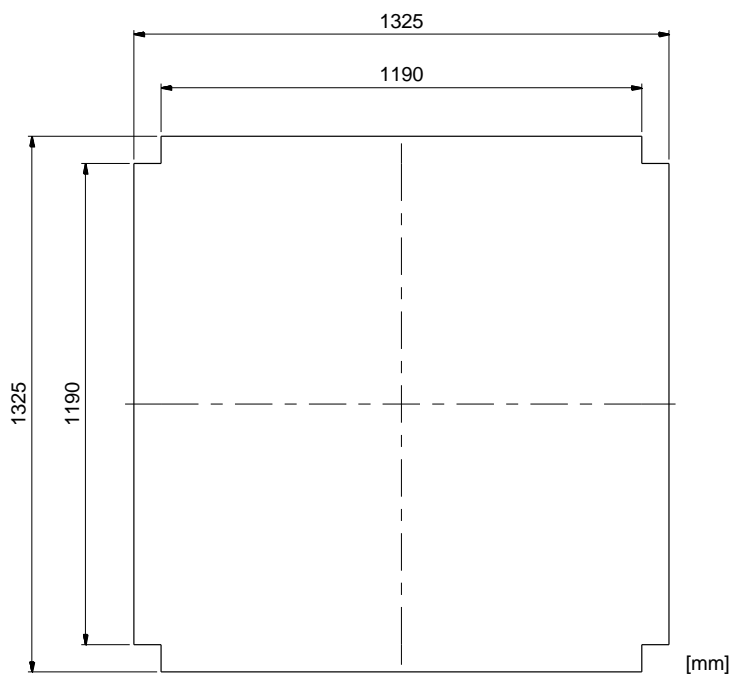
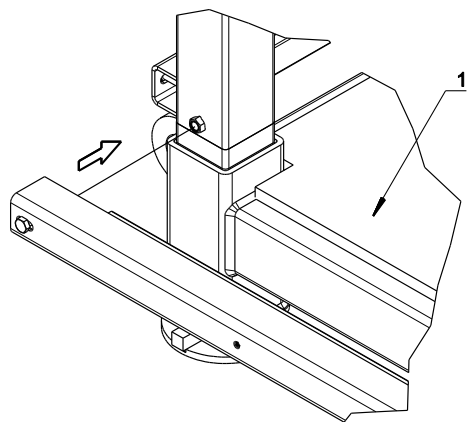

Рис. 17. Размеры нижней панели.
Рис. 18. Пример расположения опор опалубки.
4.1 Убедитесь, что все четыре угловые стойки правильно установлены в нижнюю раму. Вырежьте панель из 18-миллиметровой фанеры, соответствующей EN 636-3, как показано на Рис. 17, и уложите ее в центр нижней рамы. С помощью болтов прикрепите восемь опор опалубки к приварным гайкам, имеющимся на угловых стойках. Используйте болты, имеющиеся на опорах опалубки; см. Рис. 18. На этом этапе затягивать болты не обязательно.